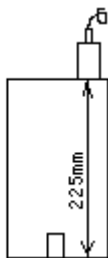

图 3-1-1
**准备：**首先将需使用的探头与仪器连接，将探头放置在试块上，如图 3-1-1 所示
- ① 按 **参数** 键或右旋转钮到 **参数** 栏单击旋钮 进入参数列表，此时按照所选探头的相关参数依次输入。例：按   键或左右转动旋钮将光标移到 **探头频率** 栏按 **确认** 键或单击旋钮进入数字输入状态，使用   键或左右转动旋钮将数字输入，再按 **确认** 或单击旋钮。依照上述步骤，将其它数据依次输入。参数输入完毕后按 **参数** 或右旋转钮移动光标到 **退出** 栏按确认键或单击旋钮退出参数列表
- ② 按 **自动调校** 热键或右旋转到 **自动调校** 栏后单击旋钮，进入自动校